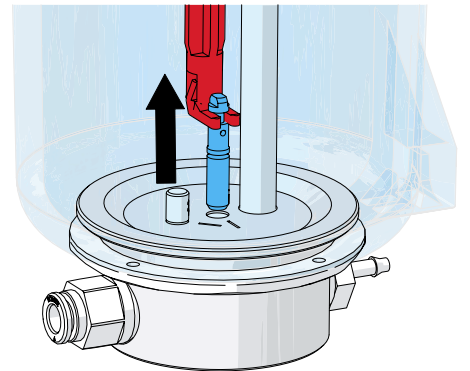

図 11
- ⇒流入ノズルを工具でしっかりと保持して、上に引っ張って下さい (図11)。